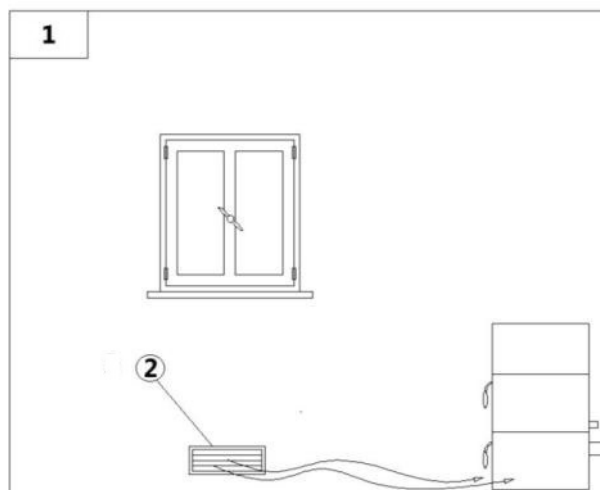

Fig. 11 - Direkte Luftzufuhr
LEGENDE Fig. 11
- Die Luftzufuhr zwischen der Außenseite und dem Raum kann direkt durch die Öffnung auf der Außenwand des Raumes erfolgen (siehe **Fig. 11**).